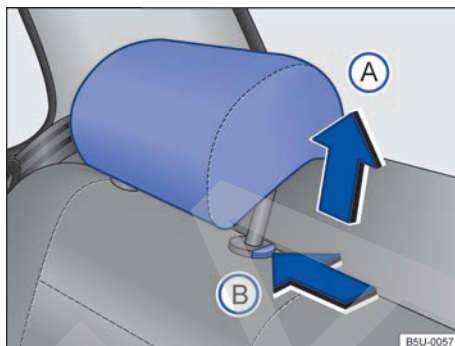

Fig. 41 Ajustar el apoyacabezas trasero.
- Empujar el apoyacabezas hacia arriba en el sentido de la flecha ⇒ fig. 41 (A) o con la tecla (B) presionada, empujar hacia abajo ⇒ ⚠.